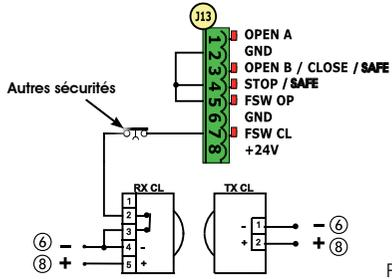

Fig. 5
L'appareillage électronique est doté d'un système de décodage (DS, SLH, LC/RC) bicanal intégré appelé OMNIDEC. Ce système permet de mémoriser, par le biais d'un module récepteur supplémentaire (Fig. 5 réf. ①) et radiocommandes de la même fréquence, soit l'ouverture totale (OPEN A) soit l'ouverture partielle (OPEN B) de l'automatisme.